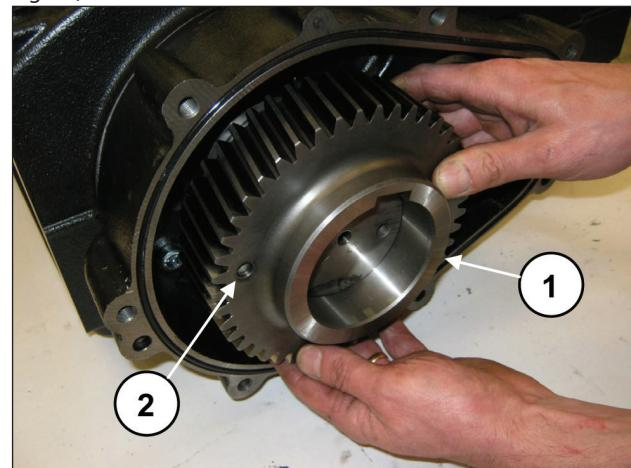

Fig. 14
Dégager la couronne (rep. ①, Fig. 14). Si nécessaire, utiliser un extracteur à inertie à appliquer aux 2 orifices M8 (rep. ②, Fig. 14).